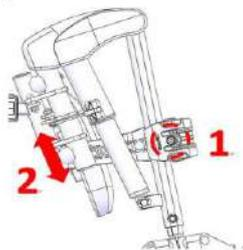

Figura 5-24
- Use una llave Allen número 5 para aflojar los tornillos y ajuste el soporte de la pantorrilla para acomodar la pierna del usuario (Figura 5-24). Vuelva a apretar los tornillos.